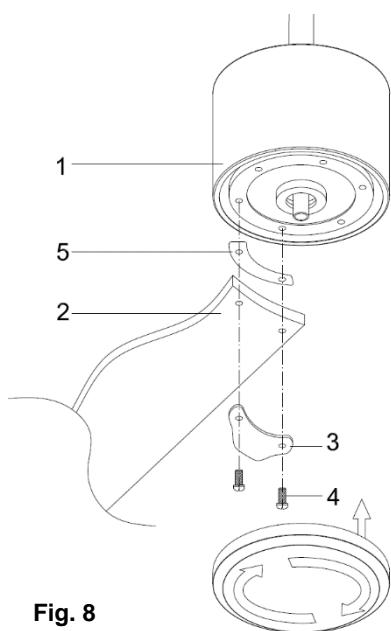

Fig. 8
- Inserire le viti per pale (4) nel gruppo pale nel seguente ordine: supporto (3), pala (2) e fibra (5). Installare il gruppo pale sul motore (1) e fissarlo serrando le 2 viti (4). Fig. 8.